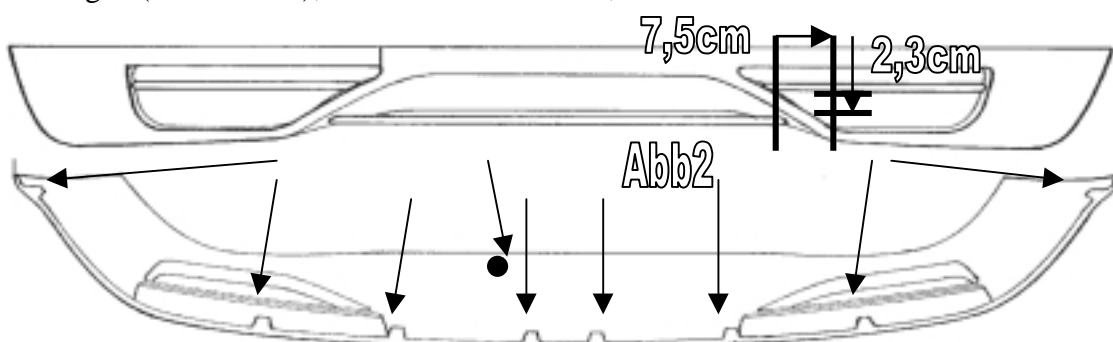

Abb.3
- ⇒ Heckschürzeneinsatz und Original-Stoßfänger im Bereich der 8 Laschen (Abb.2) durchbohren (3mm Bohrer) Blechmuttern 3,9mm zwischen Original-Stoßfänger und unter die Laschen des Heckschürzeneinsatzes einlegen (siehe Abb.3); mit Blechschrauben 3,9x22mm von oben verschrauben.